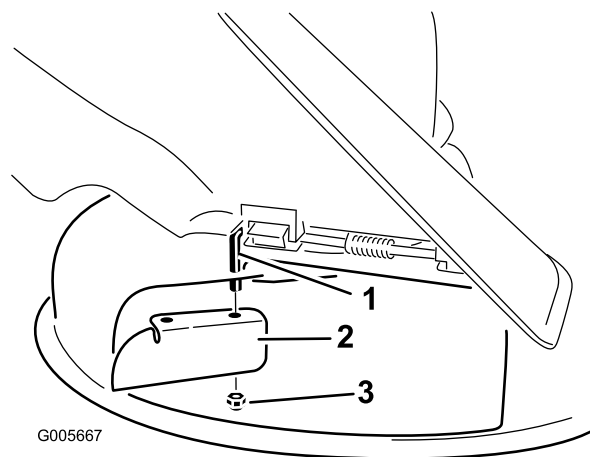

Figura 10
- Instale el tabique en la varilla de pivote (Figura 10). Utilice la tuerca fina (3/8 pulgada) para fijar el deflector al cortacésped.